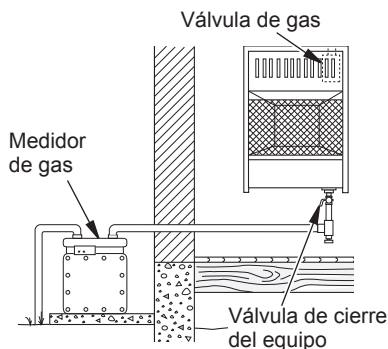

Figura 18 - Suministro de gas natural
3. Revise todas las uniones desde el medidor de gas, tanto para suministro de gas natural o propano/LP, hasta la válvula de cierre del equipo (consulte la figura 18 o 19, página 51). Aplique en todas las uniones algún líquido de detección de fugas que no sea corrosivo. La formación de burbujas indicará una fuga.
5. (consulte la figura 18 o 19). Aplique en todas las uniones algún líquido para detectar fugas que no sea corrosivo. La formación de burbujas indicará una fuga.